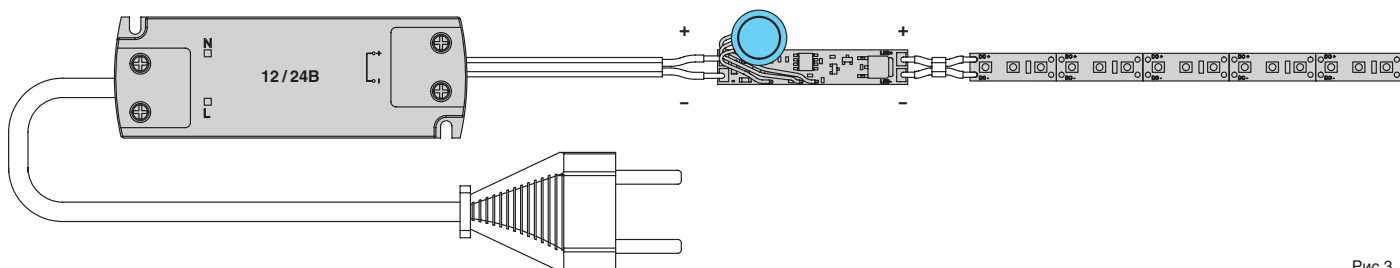

Рис.3
3. Припаяйте провода питания и светодиодную ленту к устройству, соблюдая полярность в соответствии со схемой. Рис.3